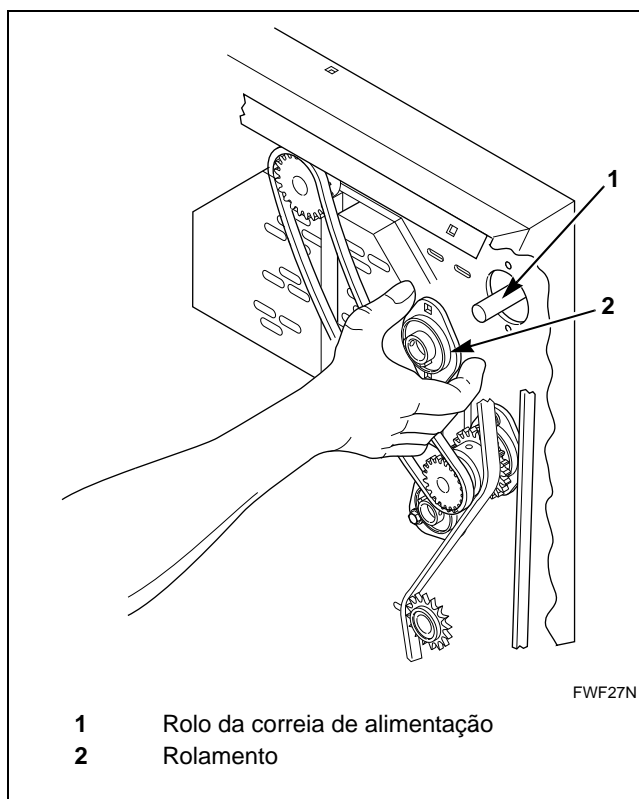

Figura 28
7. Remova o rolamento pressionando para a esquerda. Consulte *Figura 28*.